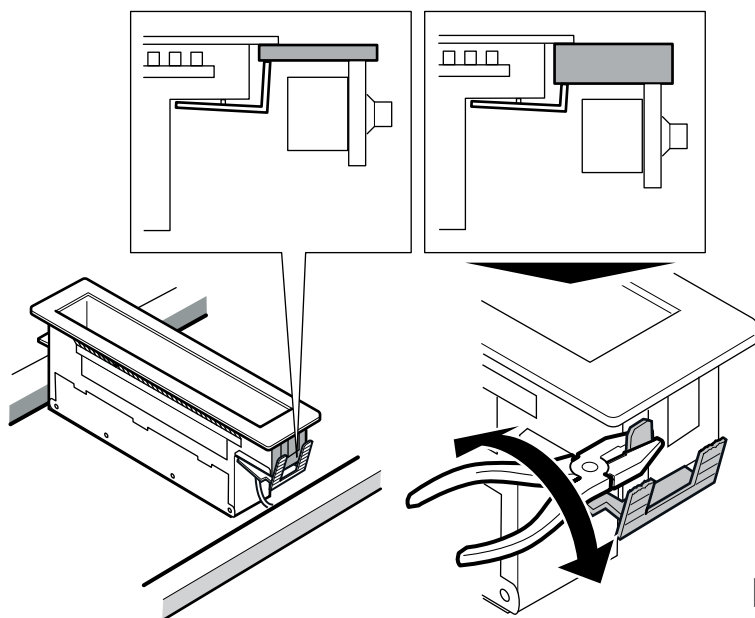

図 11
3. 製品手前の固定金具を、設置する天板の厚みに合わせてカットします (固定金具に目盛りが付いています)。(図 11)